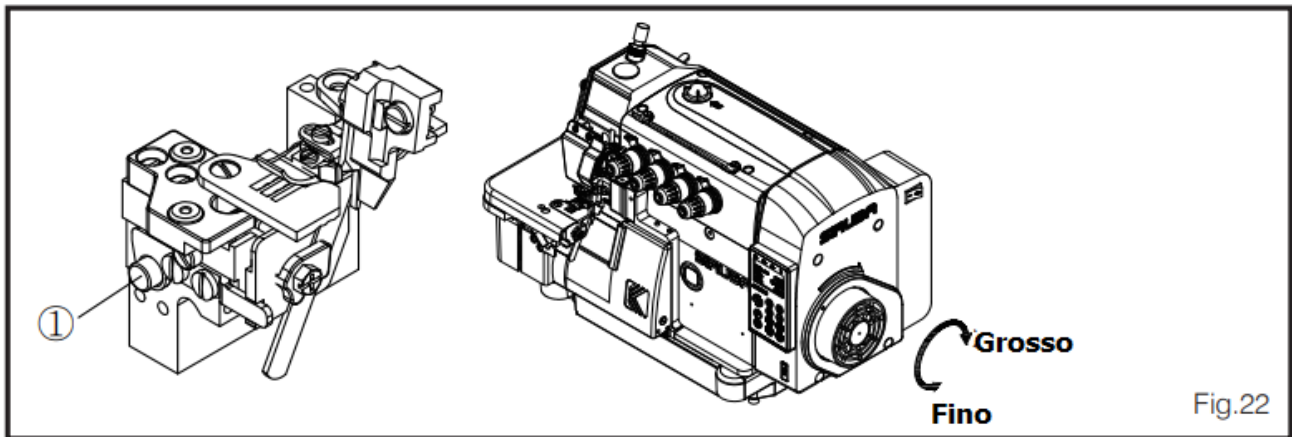

Fig.22
O comprimento do ponto é regulado de acordo com os materiais, coeficiente do diferencial ou outros fatores. Mantenha o botão (1) pressionado e gire a polia até que o botão esteja bloqueado. Depois, solte o botão após alcançar o comprimento de ponto desejado, (Fig. 22) (Tabela 2).
Solte a porca de regulagem (1). Ajuste a barra de regulagem (2) para baixo e irá encolher o tecido. Caso a mova para cima, o material ficará estendido. Aperte a porca de regulagem (1) após concluir os ajustes. (Fig.22) e (Tabela 3)